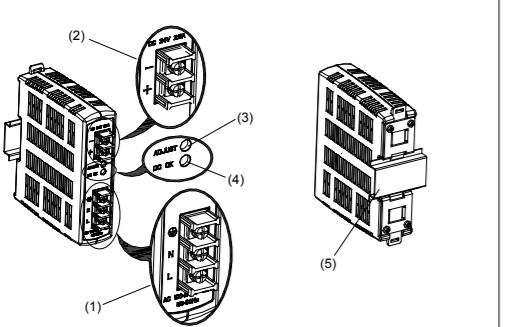
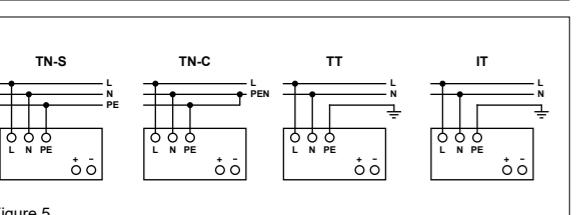

Figure 1
Figure 5
2. Gerätbeschreibung (Abb. 1)
5.2. Anschluss der Eingangsklemmen (Abb. 1, Abb. 5)
5.2. Anschluss der Ausgangsklemmen (Abb. 1 (2))
Verwenden Sie die Schraubklemmen „+“ und „-“, um den 24Vdc-Anschluss herzustellen. Am Ausgang stehen 24Vdc zur Verfügung. Die Ausgangsspannung kann am Potentiometer zwischen 22 und 28Vdc eingestellt werden. Die grüne LED „DC OK“ zeigt die korrekte Funktion des Ausgangs an (Abb. 1 (4)). Das Gerät verfügt über einen Kurzschluss-, Überlast- und Überspannungsschutz, der auf 35Vdc begrenzt ist.
5.1. Input connection (Fig. 1, Fig. 5)